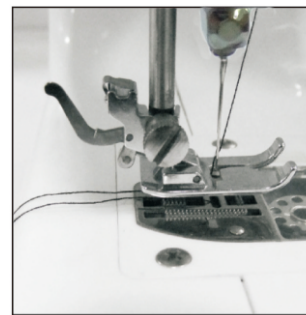

Fig.10
5. Sätt tillbaka spolskyddet under pressarfoten, lämna ca 15 cm tråd hängandes (fig.10).